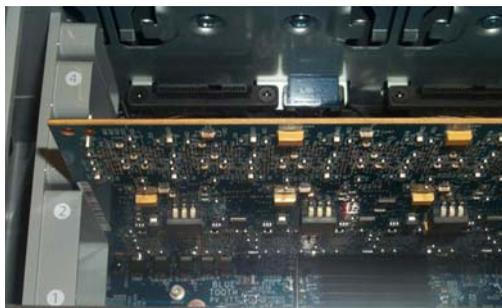

Figure 4. Carte PCIe installée
- Les connecteurs PCIe de la carte orientés vers le bas, faites glisser précautionneusement la carte vers le bas et insérez fermement le connecteur PCIe dans le port PCIe de l'emplacement n°2, en vous assurant qu'aucun composant de la carte (à l'avant) n'est en contact avec le support de carte PCIe en plastique gris, comme illustré en Figure 4.